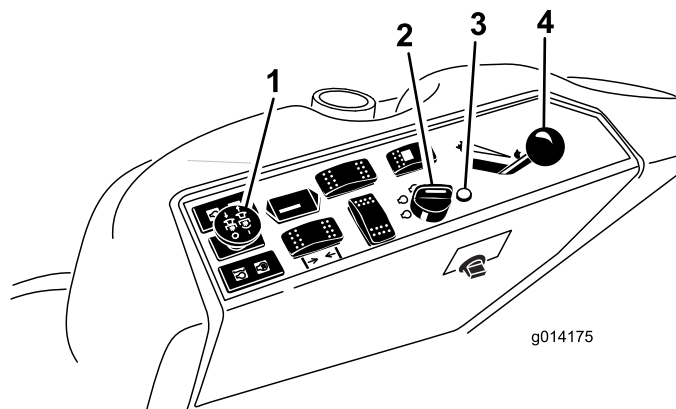

Bild 11
- Schieben Sie den Zapfwellenantriebschalter auf „Aus“ (Bild 11).
- Bewegen Sie den Gasbedienungshebel in die Mittelstellung zwischen Langsam und Schnell (Bild 11).